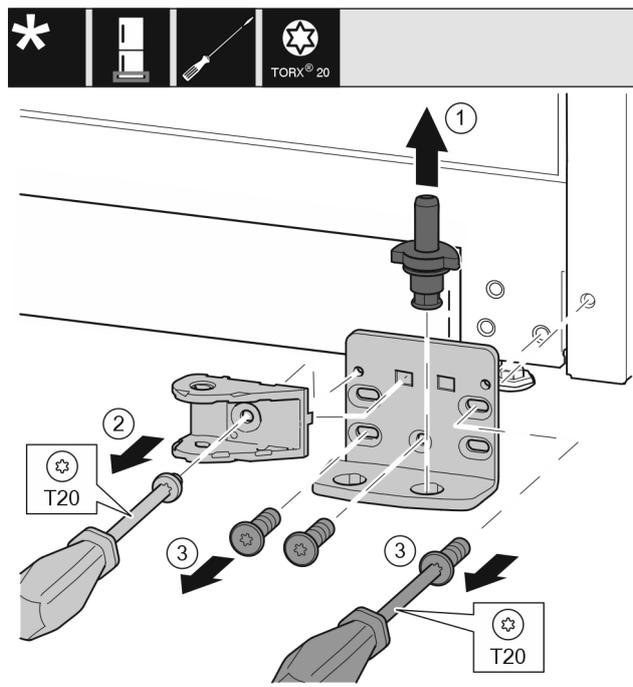

Fig. 32
- ▶ Extraiga el perno de cojinete completo hacia arriba. Fig. 32 (1)
- ▶ Desenrosque el tornillo con el destornillador T20 y retire la conexión de amortiguador de cierre. Fig. 32 (2)
- ▶ Desenrosque los tornillos con el destornillador T20 y retire el soporte de cojinete. Fig. 32 (3)